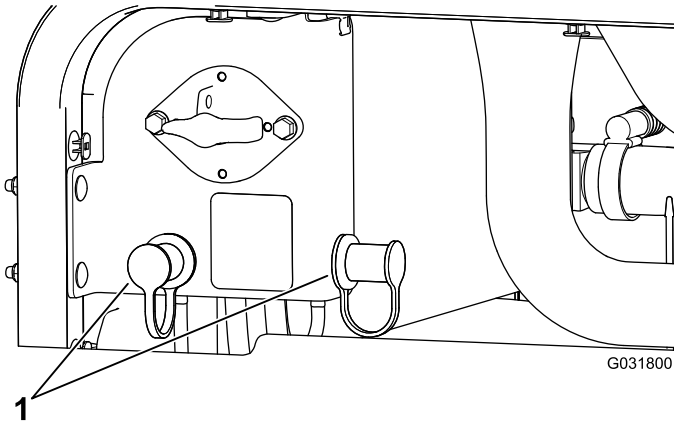

Figure 109
- Retirez les capuchons des bornes positives de la batterie déchargée (Figure 109)